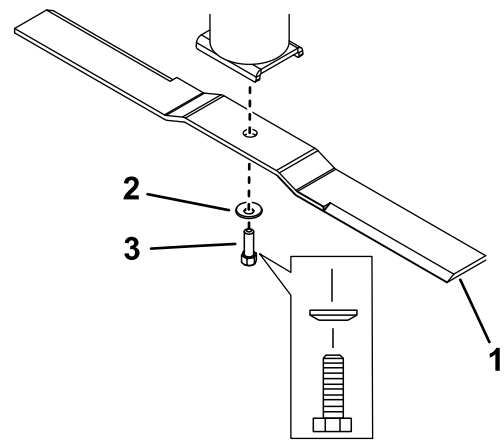

Figura 37
2. Rimuovete il bullone della lama, la rondella concava e la lama dal gruppo della coppa del fusello (Figura 37).
1. Montate la lama sull'asse del fusello (Figura 37).
2. Montate la rondella concava (lato concavo verso la lama) e il bullone della lama (Figura 37).